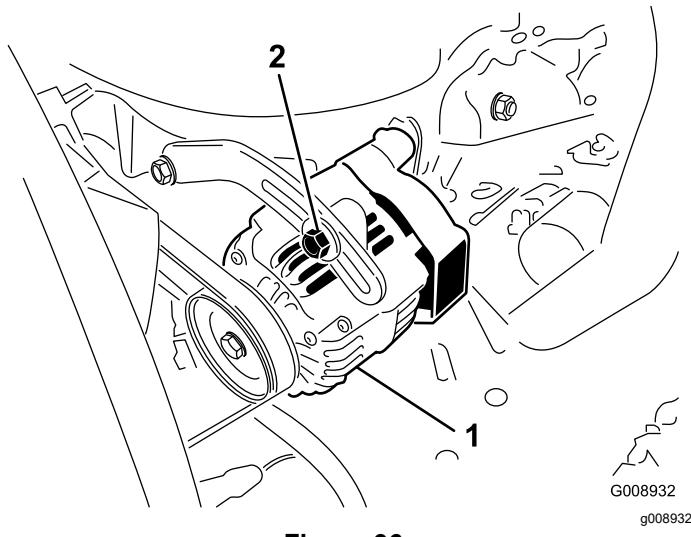

Figura 96
Controllate lo stato e la tensione delle cinghie (Figura 96) ogni 100 ore di servizio.
2. Se l'inflessione non è di 10 mm, allentate i bulloni di fissaggio dell'alternatore (Figura 96). Aumentate o riducete la tensione della cinghia dell'alternatore e serrate i bulloni. Controllate di nuovo l'inflessione della cinghia per accettare che sia esatta.